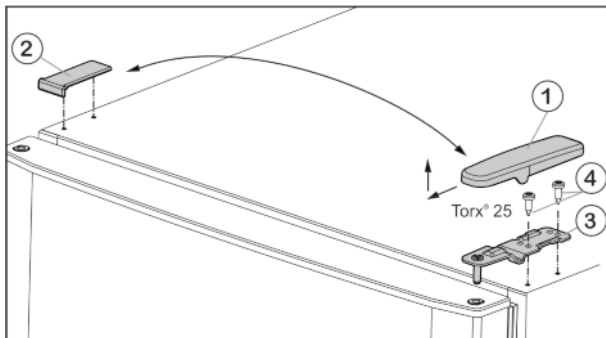

Fig. 5
- ▶ Retirer le cache Fig. 5 (1) par l'avant et le haut.
- ▶ Soulever le cache Fig. 5 (2).
- ▶ Dévisser le support de palier supérieur Fig. 5 (3) (2 fois Torx® 25) Fig. 5 (4) et le retirer par le haut.
- ▶ Placer le support de palier supérieur Fig. 5 (3) sur le nouveau côté de la charnière et dans la porte.
- ▶ Revisser le support de palier (en appliquant un couple de 4 Nm) (2 Torx® 25) Fig. 5 (4). Utiliser au besoin une visseuse sans fil.
- ▶ Replacer le cache Fig. 5 (1) du côté opposé par l'extérieur et l'enclencher.
- ▶ Replacer le cache Fig. 5 (2) du côté opposé par le haut et l'enclencher.